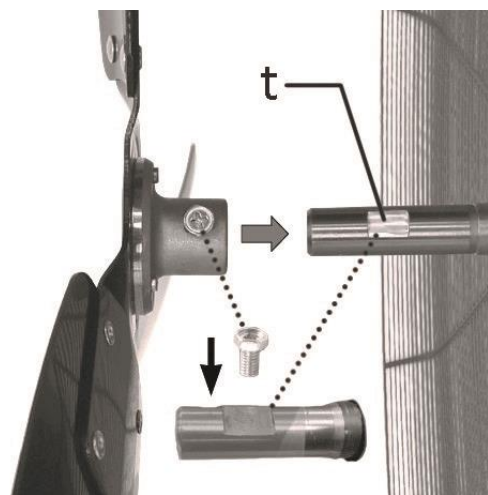

Abb. 14
2. Die Ventilatornabe auf die Motorwelle aufschieben (bis zur Längsnut bzw. flachen Stelle (t) der Motorwelle) und die Schraube in der Mitte des Ventilatorflügels festziehen (Abb. 14).